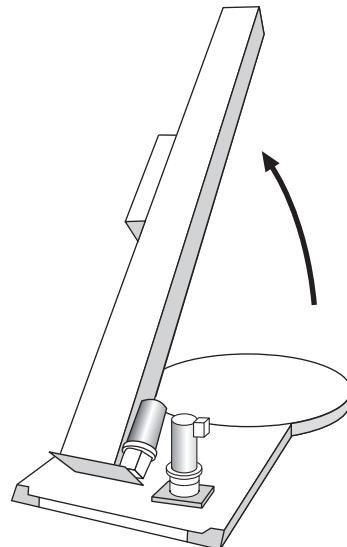

Figure 3
- Lorsque la machine a bien été déballée, la prochaine étape consiste à commencer le montage de la tour. Commencez par pencher la tour jusqu'à ce qu'elle soit complètement en position verticale. (Voir Figure 3)